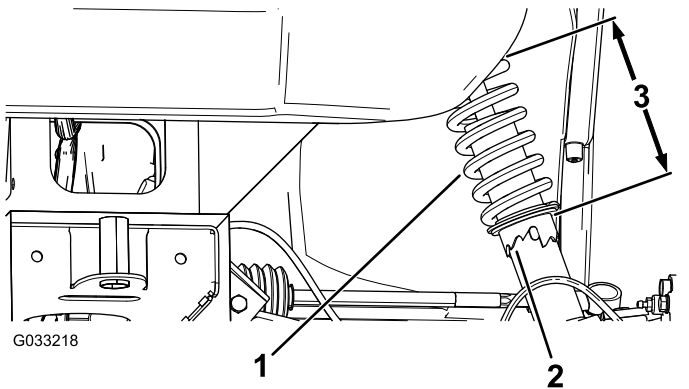

Bild 51
2. Wenn der Radsturz nicht richtig eingestellt ist, drehen Sie den Stelling am Stoßdämpfer mit einem Gabelschlüssel, um das Rad einzustellen (Bild 51).